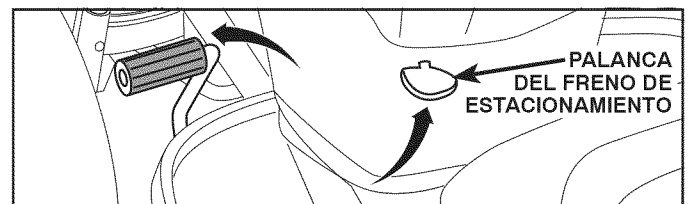

Fig. 3
## INSTALE LA SEGADORA (Vea Fig. 3 - 15)
1. **ACCIONE LA PALANCA DEL FRENO DE ESTACIONAMIENTO Y LA PALANCA DE LEVANTAMIENTO DEL ACCESORIO INFERIOR (Vea Fig. 3 et 4)**